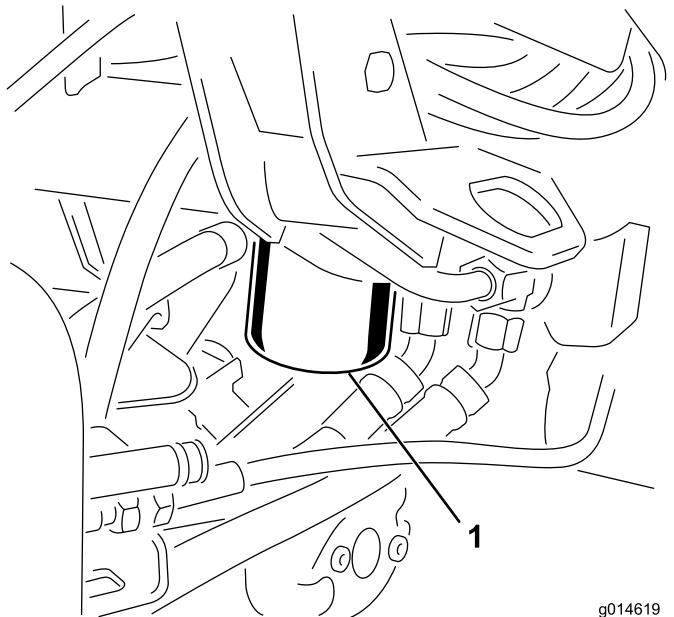

Figura 41
1. Pulite la superficie circostante il filtro (Figura 41). Collocate una bacinella di spurgo sotto il filtro e togliete il filtro.